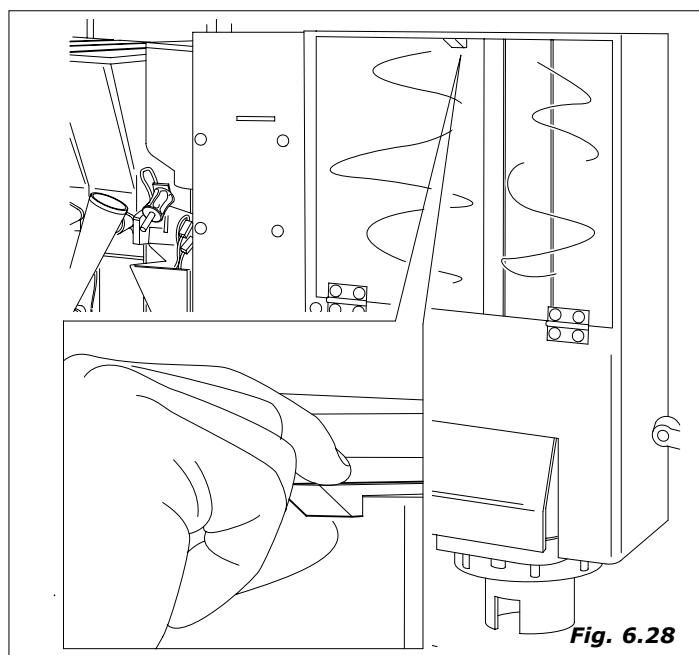

Fig. 6.28
- abrir la compuerta transparente como indicado en figura (Fig. 6.28).